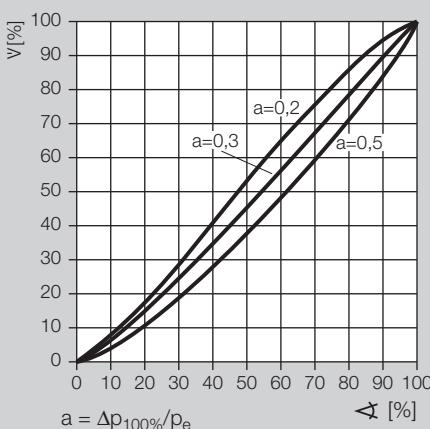

Fig. 5
Das Stellverhalten ist über den gesamten Regelbereich weitgehend linear (Fig. 5).
- The control behaviour is largely linear over the entire control range (Fig. 5).
La régulation est principalement linéaire sur toute la plage de régulation (Fig. 5).